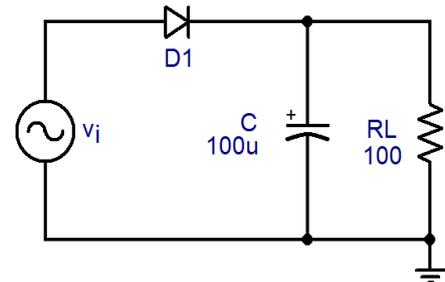

Figura 1.136 – Retif. de MO (carga RC).
►► **Exemplo 23** – Seja o circuito da Figura 1.136, onde v_i é um sinal senoidal, de 18 V_p (60 Hz). O diodo é de Silício. Qual é o fator de *ripple* na tensão de saída?